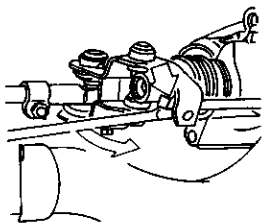

图 3-19 压出支撑杆球头
5) 压出支撑杆球头, 并将内换挡杆与离合块分离, 如图 3-19 所示。